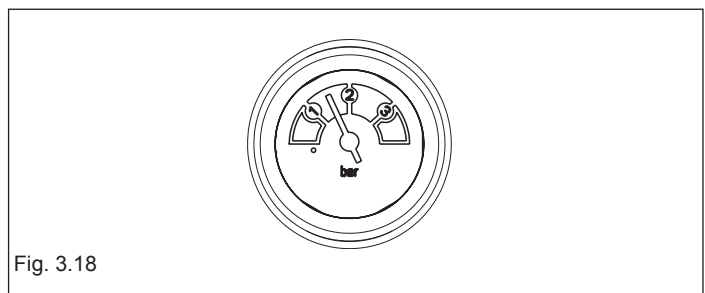

Fig. 3.18
- aprire il rubinetto di riempimento (**ESTERNO ALLA CALDAIA**) fino a che la pressione indicata sull'idrometro sia compresa tra 1 bar e 1,5 bar (fig. 3.18)